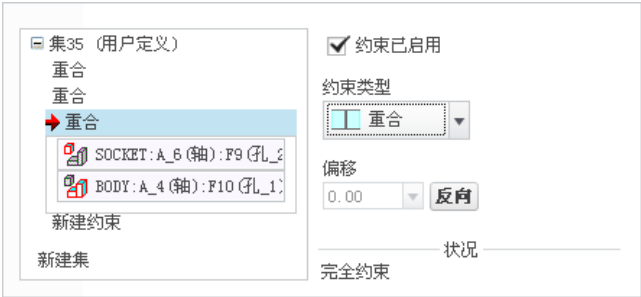

图 9.5.64 “重合”约束参考
(3) 定义轴“重合”约束。轴  重合 约束的参考如图 9.5.64 所示。